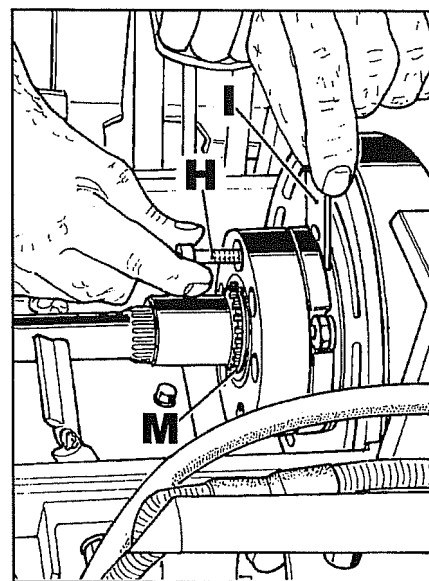
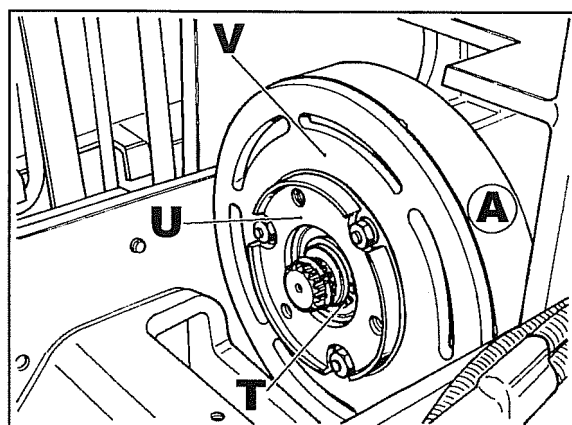
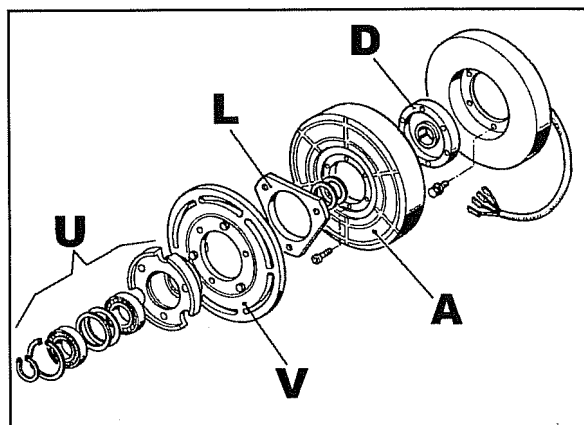

Fig. 9
Fig. 11
Fig. 14
- 6.2 Si à cause de l'usure l'écartement des disques n'est pas à moins de **1,6 mm**, placer des cales d'épaisseur en desserrant les trois vis **H** fig. 9 puis en retirant une vis à la fois, placer les entretoises **I** comme l'indique la figure. Les entretoises **I** ont une épaisseur de 1 mm.
Remarque - En présence de frottements ou s'il s'avère impossible de placer les cales d'épaisseur, il faut démonter l'embrayage et abaisser la flasque **L** fig. 14.
8. Enlever les vis **H** fig. 9 et ensuite enlever le circlips **M**.
9 Enlever le circlips **T** fig. 11 puis retirer le moyeu porte-roulements **U** avec le **V** et la flasque **L** fig. 14.
11 Sortir le disque **A** fig. 11.
La fig. 14 illustre les composants de l'embrayage de l'électroaimant.
Si dans l'intervention précédente on a remplacé les disques **V** et **A** fig. 14 ou la flasque **D** à la suite de la rupture de la clavette, il faut placer des cales d'épaisseur de la manière suivante :
- Assembler de nouveau le moyeu porte-roulements **U** fig. 14 avec le disque **V** et la flasque **L**. Eliminer les entretoises éventuellement utilisées dans les précédents réglages (**I** fig. 9).